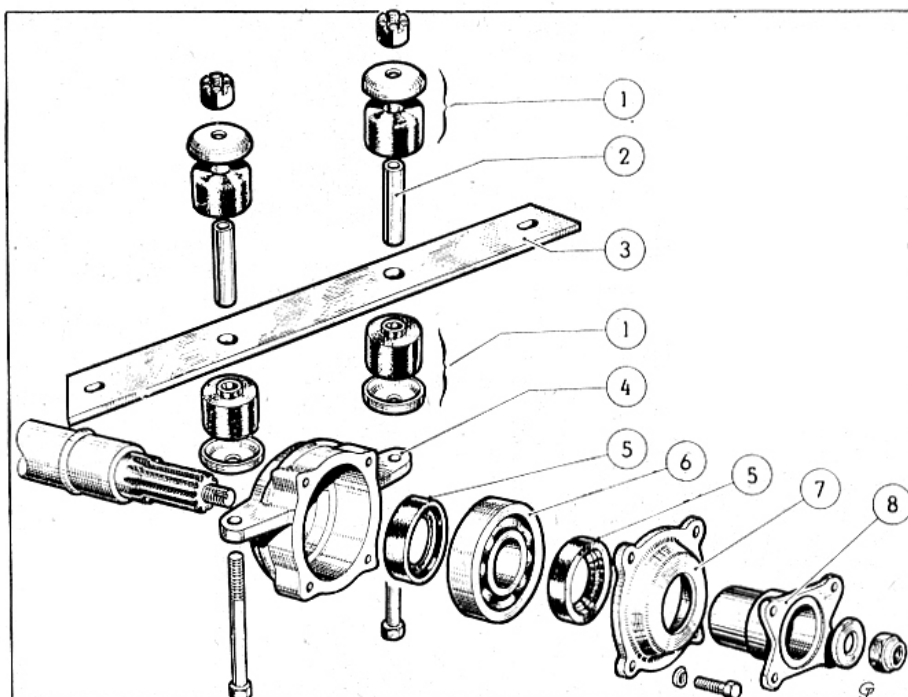

Fig. 13. — Palier de relais sur châssis long
NOTA. — Si l'écrou de retenue de la bride d'entraînement (8) (fig. 13) est freiné par un sertissage de sa collette dans une rainure du filetage, il faut prendre certaines précautions pour soulever la partie sertie avec un petit bédane, afin de ne pas détériorer le filetage de l'arbre. Dévisser d'un quart de tour et mater la partie sertie sur le filetage, afin de donner de la liberté à l'écrou.